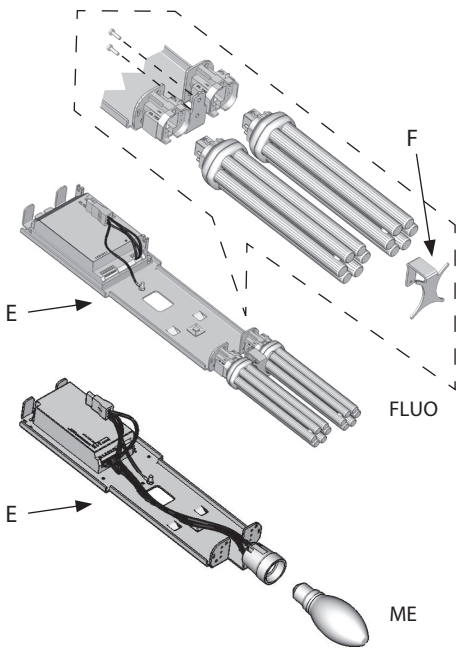

Fig. 16
Estrarre la slitta E. Montare / sostituire le lampadine (fig. 16). Per la sola versione fluorescente, avvitare la staffa F.
Extraire la glissière E. Monter ou remplacer les ampoules (fig. 16). Pour la version fluo, serrer la bride F.
Remove the saddle (E). Mount / replace the bulbs (fig. 16). Only for the fluorescent model, tighten the bracket (F).
Den Schlitten E herausziehen. Das Leuchtmittel montieren bzw. auswechseln (Abb. 16). Für die Fluoreszenzausführung ist noch der Bügel F anzuschrauben.